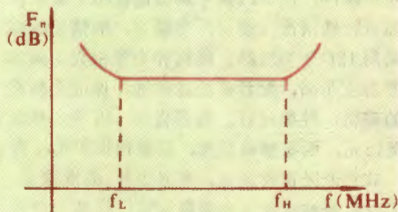

图1
(1) 噪声系数  $F_n$  要小 收音机是由多级放大器组成的,每一级都各有自己的功率增益,除了逐级放大有用信号之外,同时把前一级送来的噪声也放大了同样的倍数。因此,多级放大器的总噪声指标,主要取决于第一级放大器,因而对高放管的噪声系数  $F_n$  有着特殊的要求。由于晶体管的噪声系数  $F_n$  与它的工作频率  $f$  有密切关系,如图1所示。晶体管的  $F_n$  在频段  $f_L \sim f_H$  之间具有最小值,而当工作频率低于  $f_L$  或高于  $f_H$  时,噪声系数都是随着增加的。因此,晶体管不能在这两个频率范围以外工作。理论推算和实测证明,晶体管在高频运用时,使晶体管获得最佳噪声条件的频率上限为  $f_H \approx 1.4 f_T / \sqrt{h_{FE}}$ , 即晶体管工作在较
本刊第3期介绍了开关式立体声解调器在调频收音机中的作用。现在,我们通过一桥式立体声解调器的实际电路(如图1)来分析其工作原理。该解调器是由复合信号放大分离电路、倍频器和38KHz放大器、桥式解调电路、校正电路以及立体声指示灯电路组成。立体声复合信号先经过BG1放大分离电路取出19KHz导频信号,然后经D1、D2二极管倍频成38KHz,并经BG2放大,即恢复了在发射端被抑制了的副载波